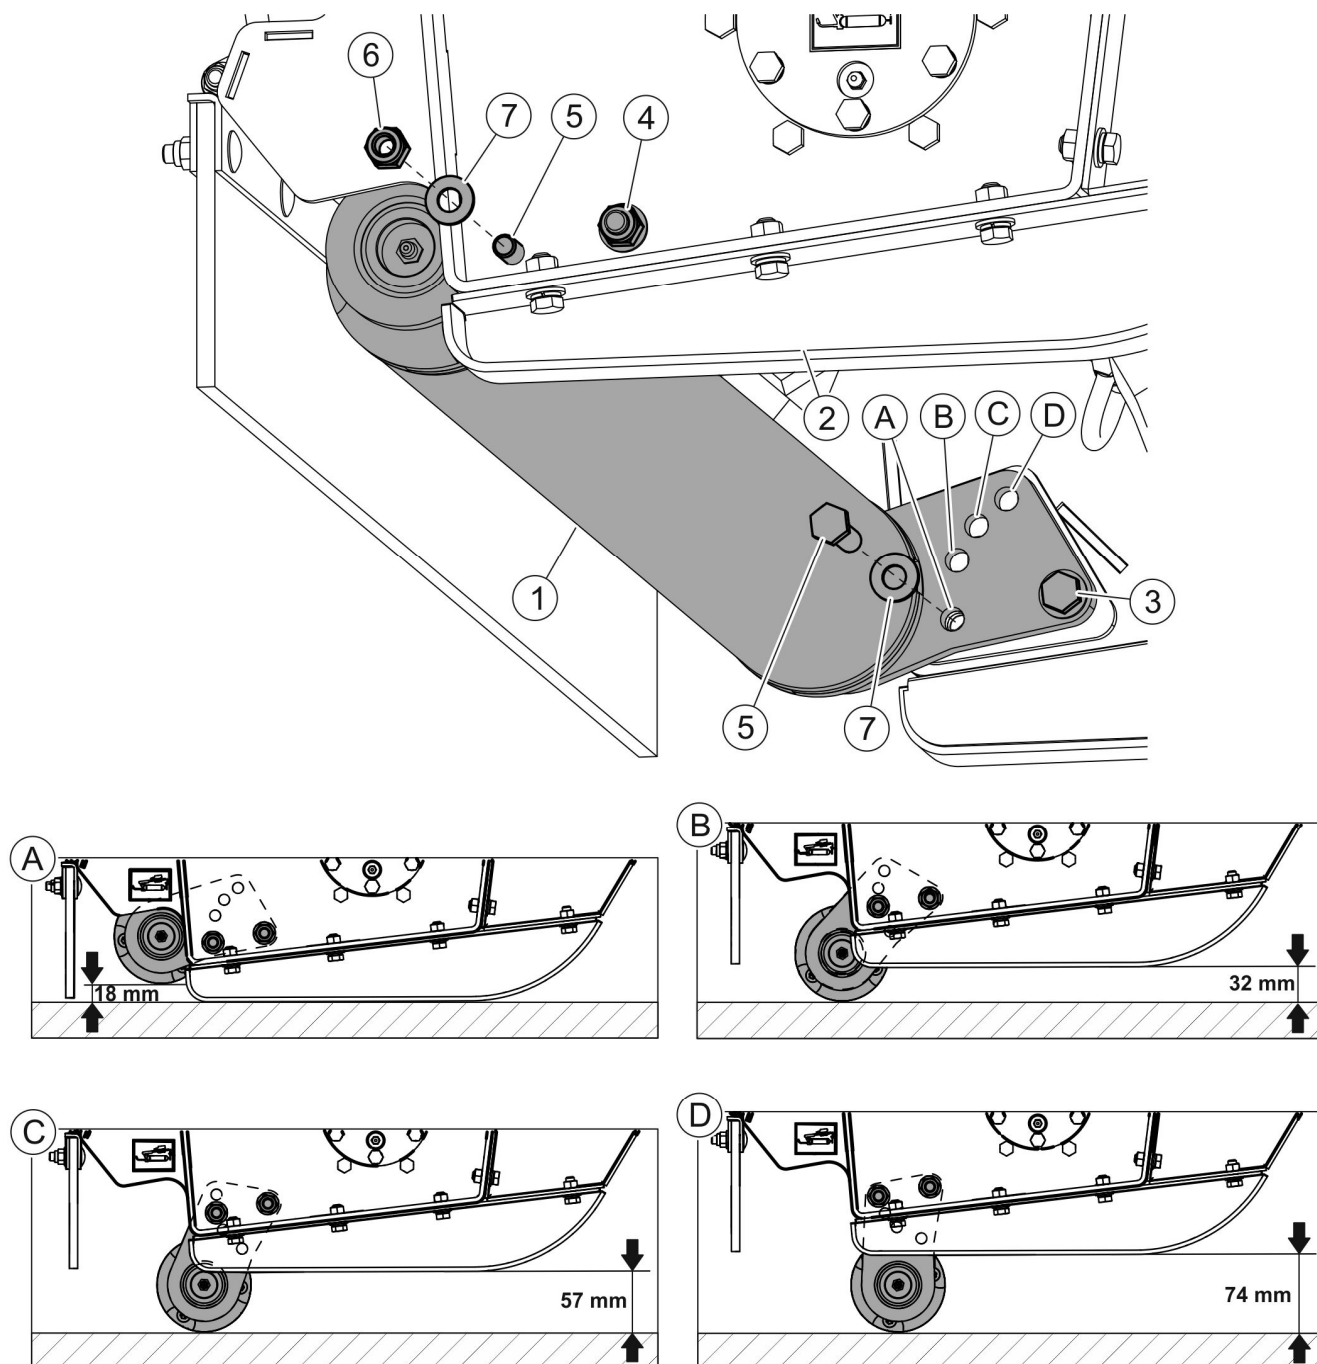
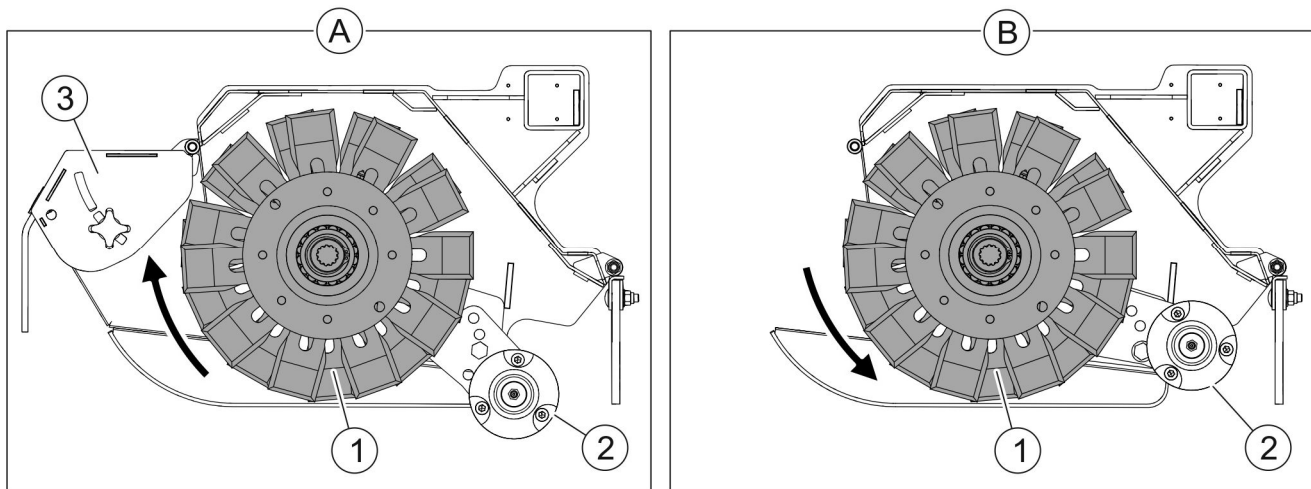
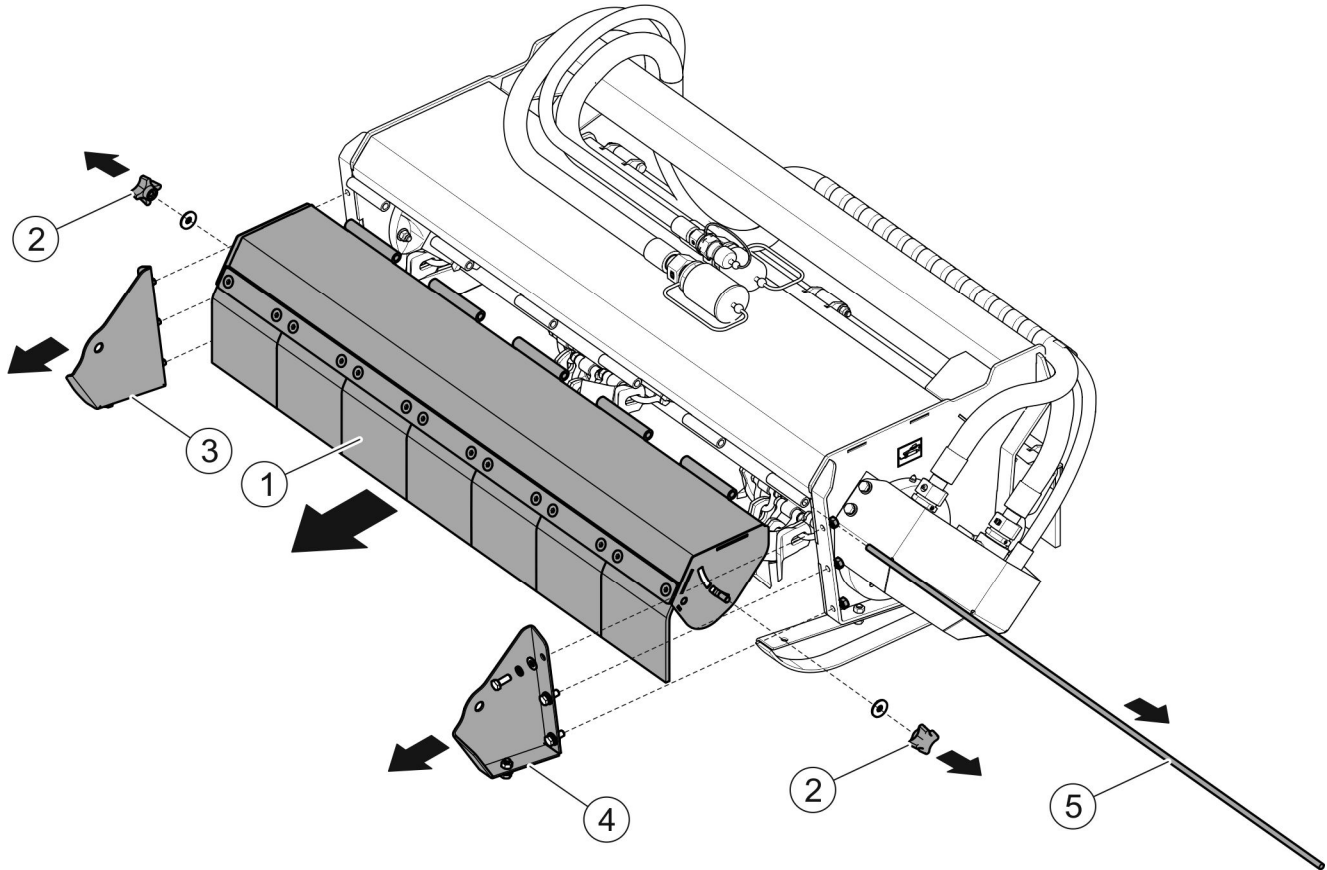

РИСУНОК 4.4 Встановлення висоти скошування косарки.
РИСУНОК 4.6 Напрямок обертання різального вала косарки.
РИСУНОК 5.2 Демонтаж переднього кожуха.
(1)- огиальный вал; (2)- башмак; (3)- гвинт кріплення огиального вала; (4)- гайка; (5)- закріпний гвинт огиального вала; (6)- гайка; (7)- шайба; (A)- положення гвинта кріплення огиального вала на висоті 18 мм над площиною башмаків; (B)- положення гвинта, що встановлює висоту скошування 32 мм; (C)- положення гвинта, що встановлює висоту скошування 57 мм; (D)- положення гвинта, що встановлює висоту скошування 74 мм.
Під час роботи косарки на землі, необхідно встановити багатофункціональну стрілу таким чином, щоб башмаки (2) косарки розташовувалися паралельно землі. Зміна висоти скошування досягається зміною положення огиального вала (1) відносно корпусу косарки. Для цього необхідно (РИСУНОК 4.4):
- послабити гайки (4) гвинтів (3) з обох сторін огиального вала (1), на яких будемо обертати огиальний вал;
- відкрутити гайки (6) і вийняти закріпні гвинти (5) з обох сторін огиального вала
- вставити закріпні гвинти (5) у відповідні отвори і затягнути гайки (6);
- затягнути гайки (4) гвинтів (3), на яких обертається огиальний вал.
(1)- різальний вал; (2)- огиначний вал; (3)- передній кожух; (А)- напрямок обертання різального вала "вгору"; (В) - напрямок обертання різального вала "вниз".
Як правило косарка під час скошування трави повинна працювати так, щоб різальний вал обертався "вгору" (А) (РИСУНОК 4.6), якщо дивитися зі сторони торця косарки. У цьому випадку передній кожух (3) повинен бути опущений якнайнижче, дозволяючи при цьому скошеному матеріалу потрапляти під кожух.
Якщо косарка використовується для подрібнення кущів або доглядання за живоплотом, необхідно зняти передній кожух (РИСУНОК 5.2) і змінити напрямок обертання різального вала "вниз" (В). Водночас огиначний вал (2) слід підняти максимально вгору (положення А (РИСУНОК 4.4)), так щоб зрізаний матеріал міг потрапити до задньої частини косарки. Робота косарки з обертанням різального вала "вниз" призводить до підвищеного перевантаження системи приводу і погіршення обробки скошуваного матеріалу, тому необхідно зменшити робочу швидкість косарки.
Категорично заборонено експлуатувати косарку зі знятим огиначним валом (2) (РИСУНОК 4.6). Це може пошкодити різальний вал (1) і створює загрозу для оператора косарки і сторонніх осіб.
Категорично заборонено експлуатувати косарку зі знятим кожухом (3) (РИСУНОК 4.6) коли різальний вал обертається в напрямку "вгору". Це створює загрозу для оператора косарки і сторонніх осіб.
У разі заміни напрямку обертання різального вала "вниз" (косарка працює для подрібнення кущів або доглядання за живоплотом) (РИСУНОК 4.6), необхідно зняти передній кожух (РИСУНОК 5.2).
Категорично заборонено експлуатувати косарку зі знятим переднім кожухом (РИСУНОК 5.2) коли різальний вал обертається у напрямку "вгору". Це створює загрозу для оператора косарки і сторонніх осіб.